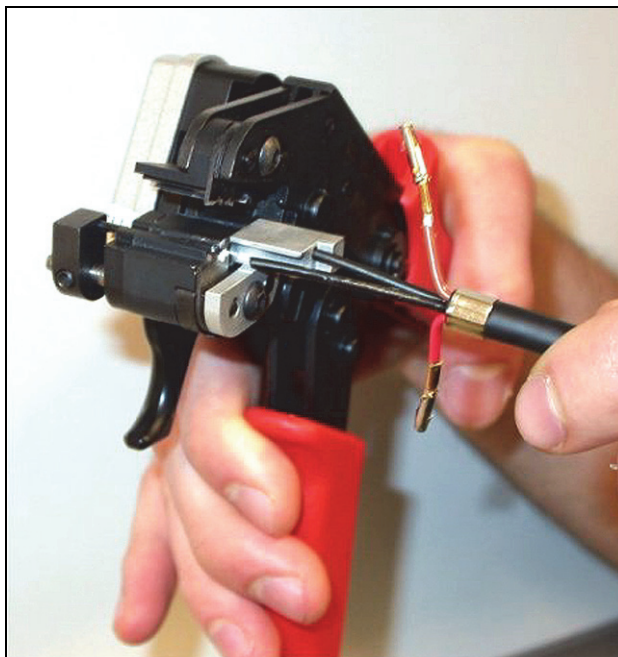
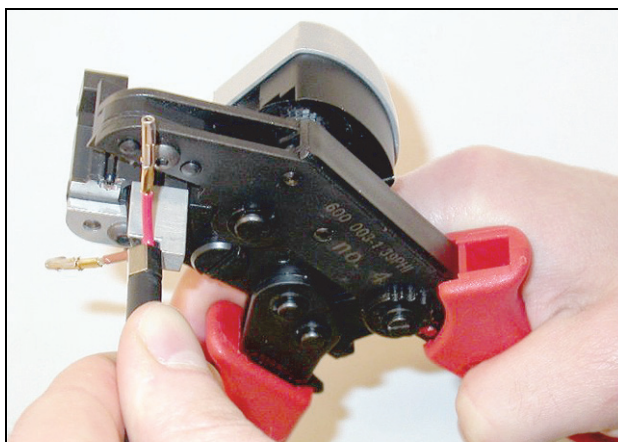

figura 30.16: Taglio di una fibra (1)
figura 30.17: Taglio di una fibra (2)
- 13 Far scorrere le fibre ottiche in plastica nella taglierina POF/spelafili (utensile 6). La fibra da tagliare deve essere inserita nel foro di guida piccolo, mentre le altre fibre devono essere inserite nel foro largo (vedere figura 30.16). La boccola a crimpare deve rimanere a contatto del fermo (vedere figura 30.17).